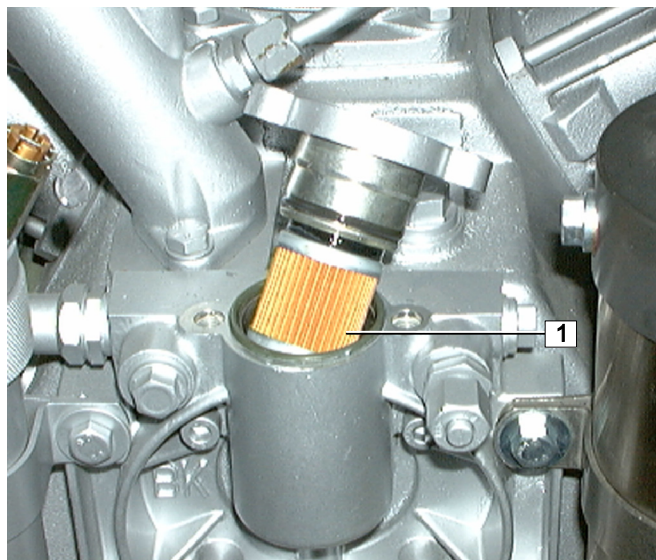

Рис. 31 Замена масляного фильтра
- Снимите масляный фильтр (1, Рис. 31) с резиновой прокладкой на крышке. Вставьте новый фильтрующий элемент и закрепите крышку.